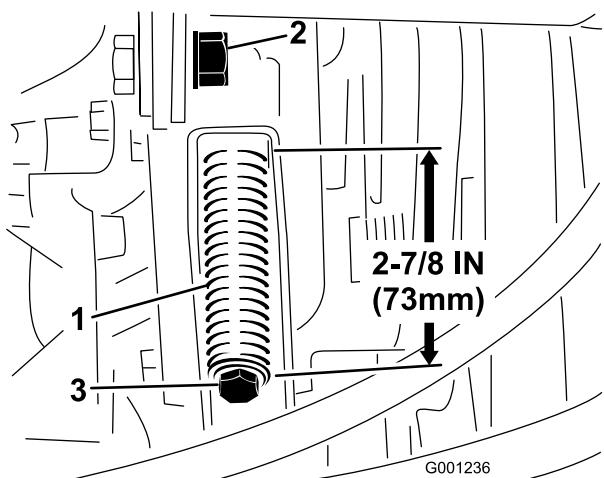

Figura 65
4. Utilize uma chave de porcas com uma abertura de 1/2 pol. para apertar ou desapertar a mola tensora (Figura 65). Ajuste a mola de modo a ficar com um comprimento de 73 mm.
3. Desaperte a porca de bloqueio da barra tensora (Figura 65).
4. Utilizando uma chave de porcas com uma abertura de 1/2 pol., desaperte até ao fim a mola tensora da correia (Figura 65).
6. Instale a nova correia da tomada de força e ajuste a tensão da mola da polia para 73 mm (Figura 65).
7. Apertar a porca de bloqueio (Figura 65) e feche o capot.